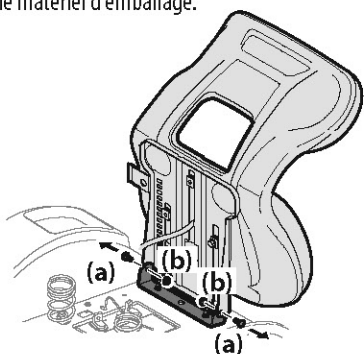

Figure 2
- Retirez les deux boulons à épaulement (a) et les deux écrous autobloquants (b) du plateau du siège. Voir Figure 2.